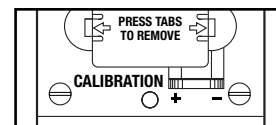

Figura 3 – Calibración
- Es posible que el atenuador requiera ajuste a baja intensidad para encender lámparas conectadas a ciertos estabilizadores de manera confiable. Para ajustar, **DESCONECTE LA ALIMENTACIÓN DEL CIRCUITO** y quite la placa de pared. Con un destornillador pequeño aislado de punta plana, ajuste la rueda del potenciómetro que es accesible a través de la ranura (marcada "CALIBRATION") situada sobre la banda (Figura 3). Gire la rueda **hacia abajo para aumentar** la intensidad mínima de la luz y gire la rueda **hacia arriba para disminuir** la intensidad de la luz. Luego, instale la placa de pared, restaure el suministro eléctrico y realice una prueba. Repita lo anterior según sea necesario.